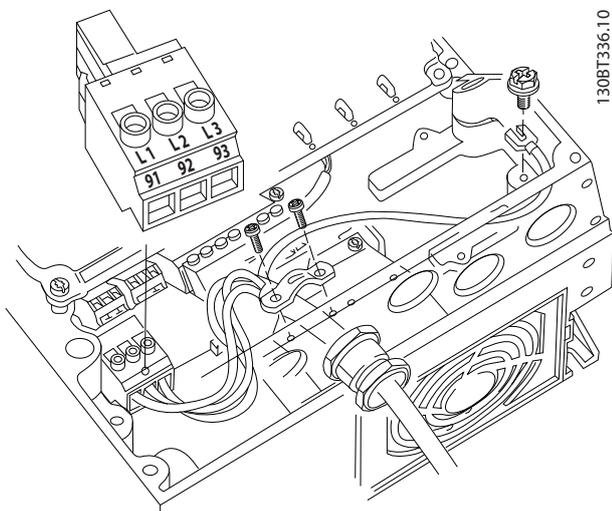

Ilustración 2.18 Conexión a la red de CA
- Conecte el cableado de potencia de entrada de CA trifásica a los terminales L1, L2 y L3 (consulte la *Ilustración 2.18*).